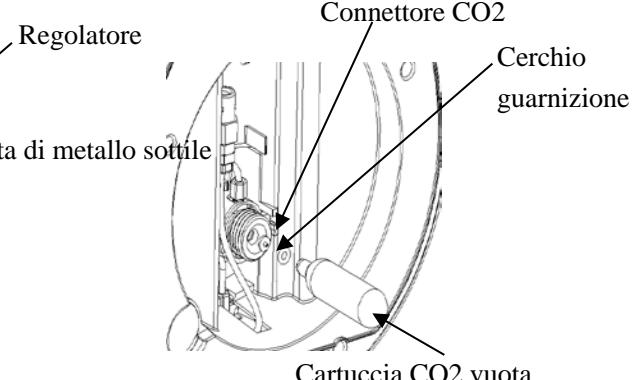

Figura 32
2. Installare un nuovo connettore di CO2 nel regolatore (lasciare la punta verso l'esterno) e installare la rondella di tenuta (come mostrato in figura 32). Durante la sostituzione, non rimuovere le altre parti del regolatore.